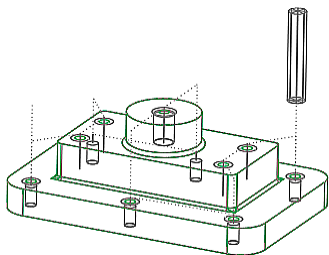

图 4.1.40 刀具行走路线
Step2. 单击“播放路径”对话框中的按钮，观测刀具的行走路线，如图 4.1.40 所示。